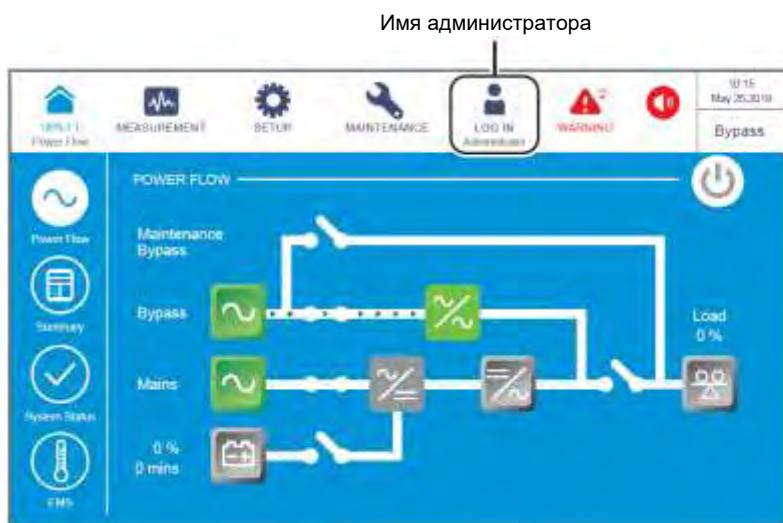

Рисунок 6-70: Экран байпасного режима и имя администратора
- 4) Войдите в систему как **Администратор**. Для получения пароля **Администратора** свяжитесь с обслуживающим персоналом. После входа в систему убедитесь, что вход произошел под именем **Администратора** (см. *Рисунок 6-70*).